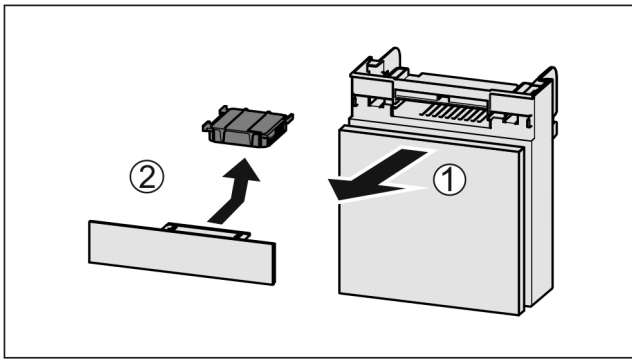

Fig. 138
- ▶ Fach nach vorne herausziehen Fig. 138 (1).
- ▶ Aktivkohlefilter entnehmen Fig. 138 (2).